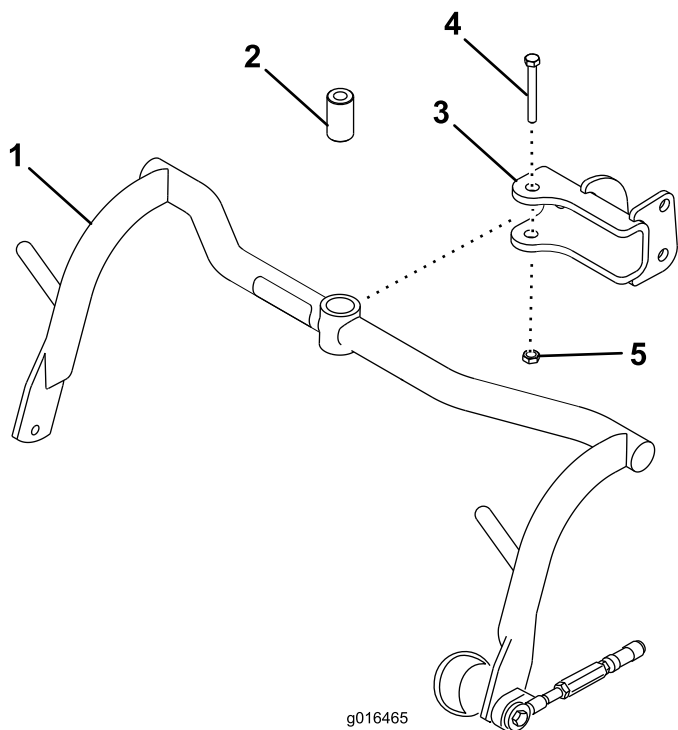

図 8
1. 各クレビスにキャリアフレームを取りつけるスペーサ、1/2 x 3-1/4 インチボルト、1/2 インチロックナットを使用する図 8。91-113 N-m 9.3-11.5 kg.m=67-83 ft/lbにトルク締めする。